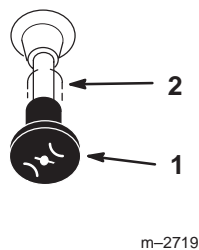

Figure 13
4. Placez la manette de starter en position *en service* pour démarrer à froid (Fig. 13).
7. Lorsque le moteur a démarré, amenez progressivement la manette de starter en position *hors service* (Fig. 13). Si le moteur cale ou hésite, ramenez la manette de starter à la position *en service* pendant quelques secondes. Réglez ensuite la manette d'accélérateur à la position voulue. Répétez l'opération si nécessaire.